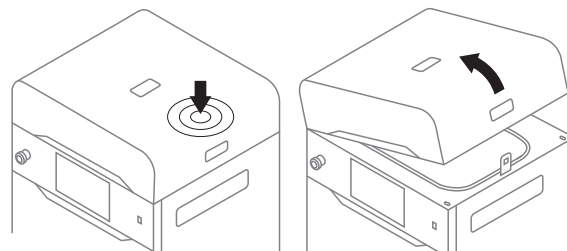

Abb. 3.1 Öffnen des Druckerdeckels.
4. Drücke auf den Deckel und ziehe ihn am Griff nach oben (Abb. 3.1).